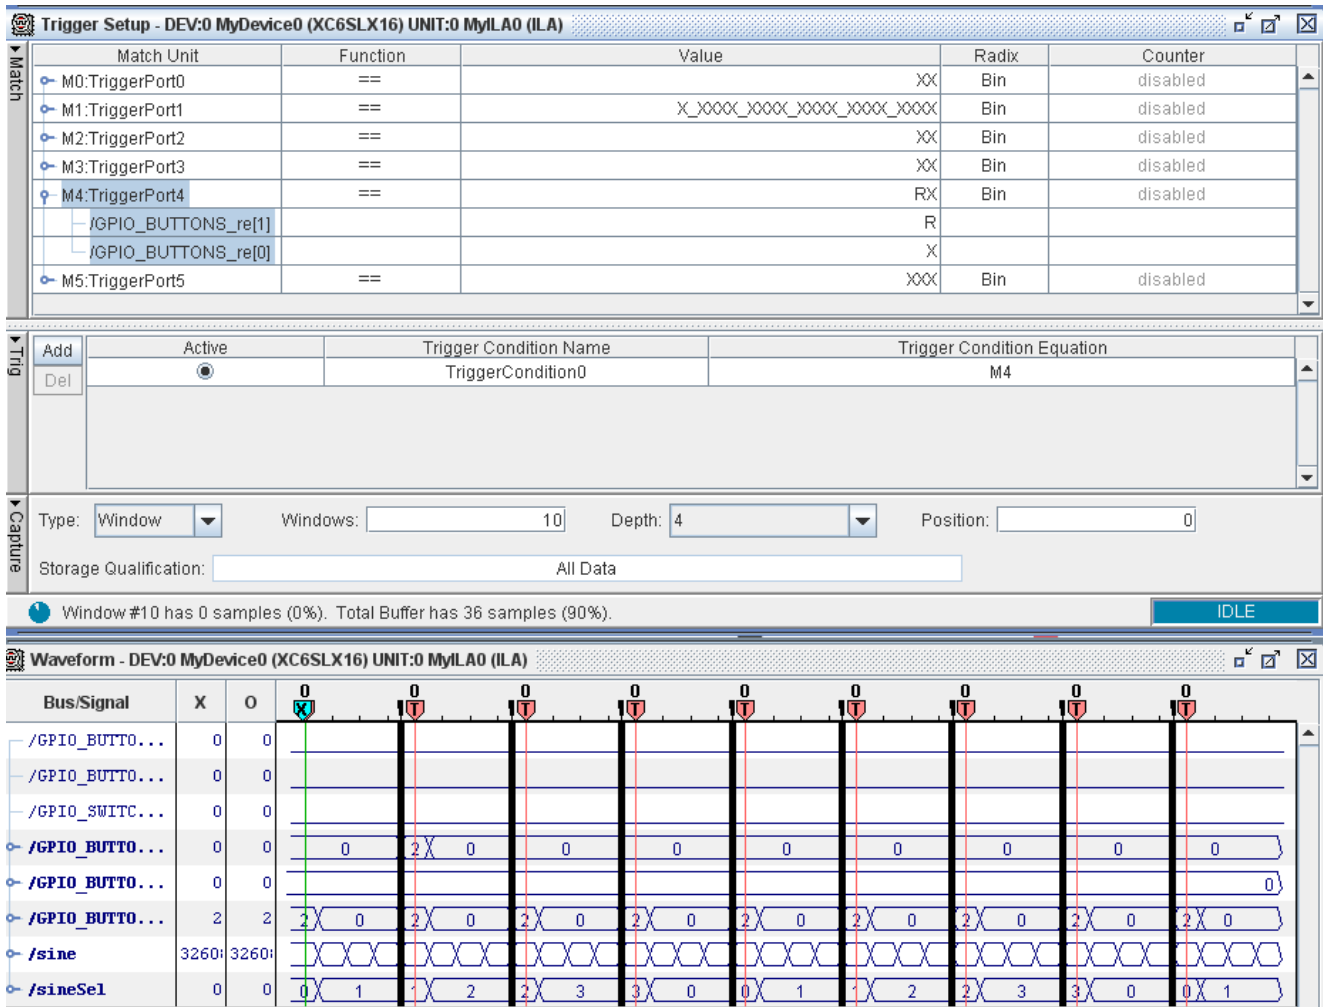

図 8 : 表示設定およびステート マシンのグリッジの例
- [Trigger Setup] ウィンドウの [Trig] エリアで [Trigger Condition Equation] フ列の中をクリックします。表示されるダイアログ ボックスで、正しいマッチ ユニットがイネーブルになっていることを確認します。イネーブルになっている場合は、図 8 のように青色でハイライトされます。
4. [Trigger Setup] ウィンドウの [Capture] エリアで設定を次のように変更します (図 8)。
3. SP601 ボードの [Sine Wave Sequencer] ボタンを押します。キャプチャ設定のすぐ下に表示されるステータスバーから、キャプチャされたウィンドウ数を確認します。ステータスバーは、図 8 に表示されています。ボタンを 1 度押しただけで複数のウィンドウがキャプチャされた場合は、GPIO\_BUTTON[1] 入力に問題があります。ウィンドウが 1 つしかキャプチャされなかった場合は、もう 1 度ボタンを押します。このグリッチを再現するには、ボタンを何度か押す必要のあることもあります。